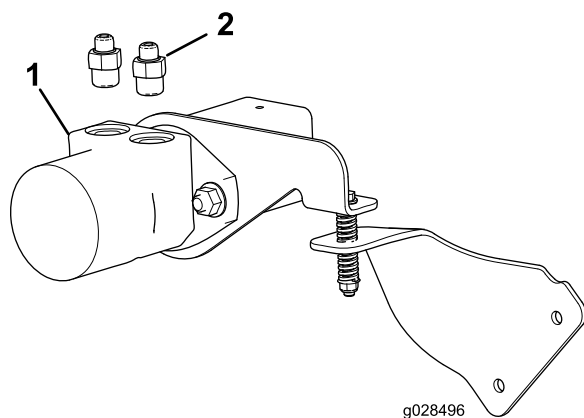

図 3
4. 図 3 のように、油圧モータにストレートフィッティング 5/8 インチ 2 個を取り付ける。
5. 油圧ホース 2 本についている 90 度フィッティングを、2 個のストレートフィッティングに接続し、指締めで止める 図 3。
6. 上記 2 本の油圧ホースのもう一方の端部にクイックカップラ オス を取り付け 図 3。